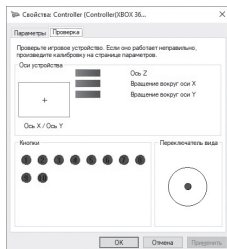

Fig. 8
- To check and configure in «XInput» mode, select «Properties» in the «Game devices» window, the «Properties: Controller (XBOX 36 ...» window will pop-up (Fig.8). In the «Verification» tab, you can check the execution of commands when you press the buttons and rotate the joystick. To calibrate the joystick, select the «Settings» tab, click «Calibrate» and follow the instructions.